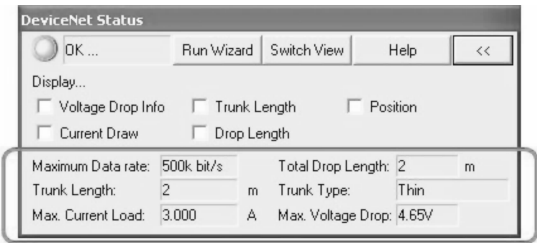

图 26-146 状态栏详细信息
4. 单击 DeviceNet 状态栏上的 >> 按钮,以显示有关 DeviceNet 网络的详细信息,如图 26-145、图 26-146 所示。